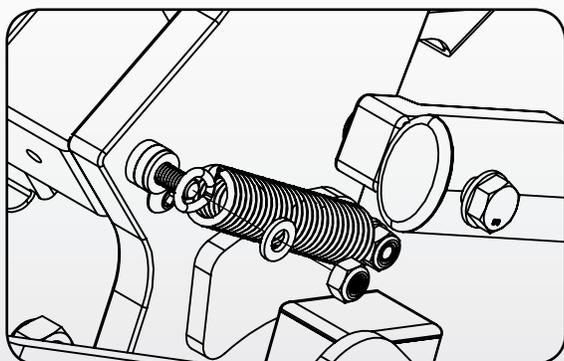

Figure 19
1. Retirer l'écrou et la rondelle, consultez la figure 19. Une clé hexagonale 4mm et une clé 10mm sont nécessaires. Faites attention de ne pas perdre les rondelles intérieures.